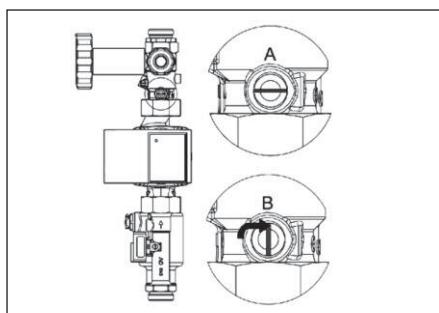

Fig. 6.12 Clapet (robinet à tournant sphérique sur le retour)
- Ouvrir le clapet ATS de la station solaire (sur le retour de la station solaire au-dessus du circulateur) en mettant la vis de réglage en position verticale (position B sur la fig. 6.12). Maintenant le clapet ATS est désactivé.